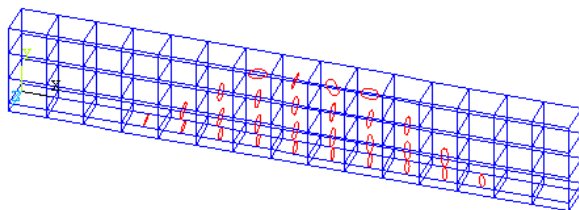

图6.24 混凝土压碎图
(4) 设置完后，单击【OK】按钮即可看到如图 6.24 所示的压碎图，其中小圆圈表示破碎区域。